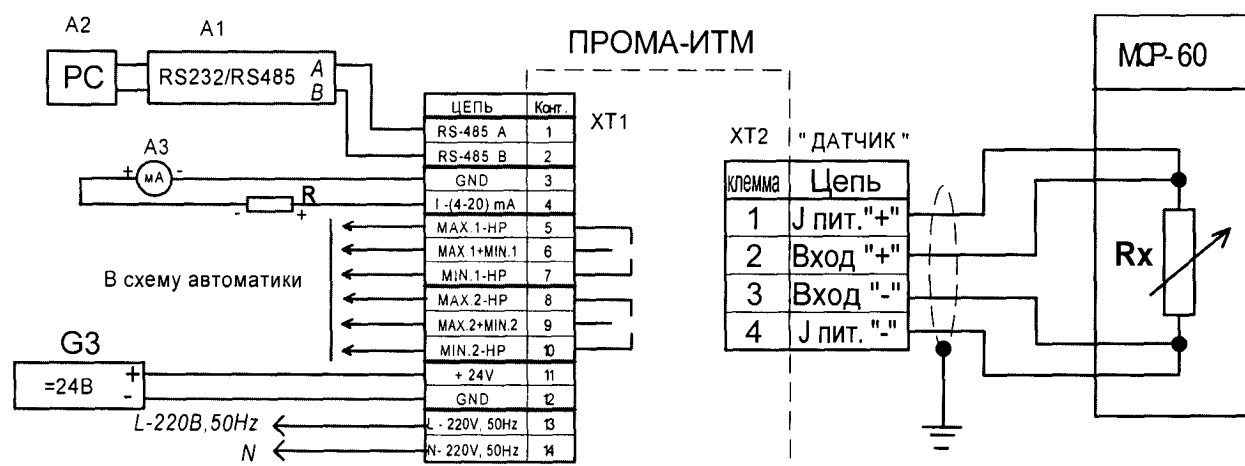
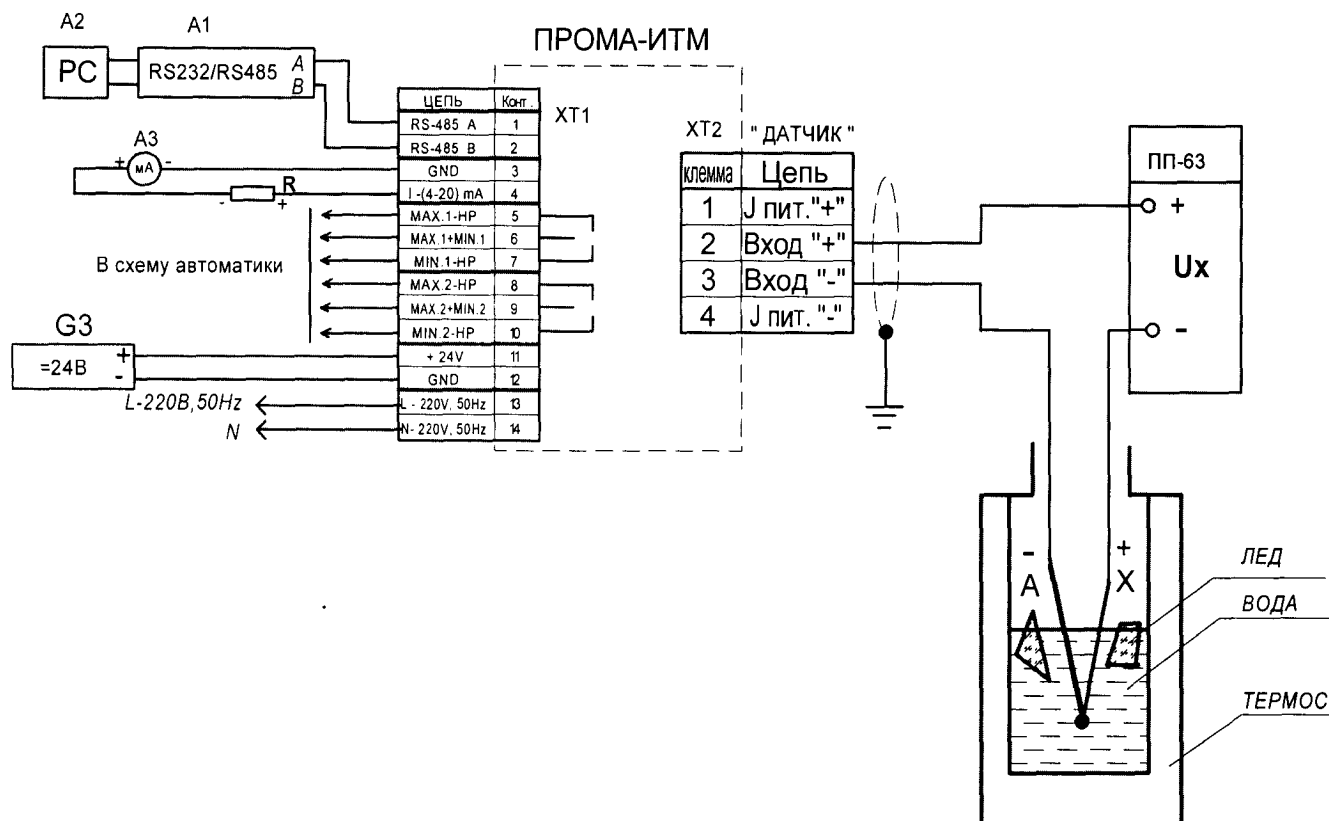
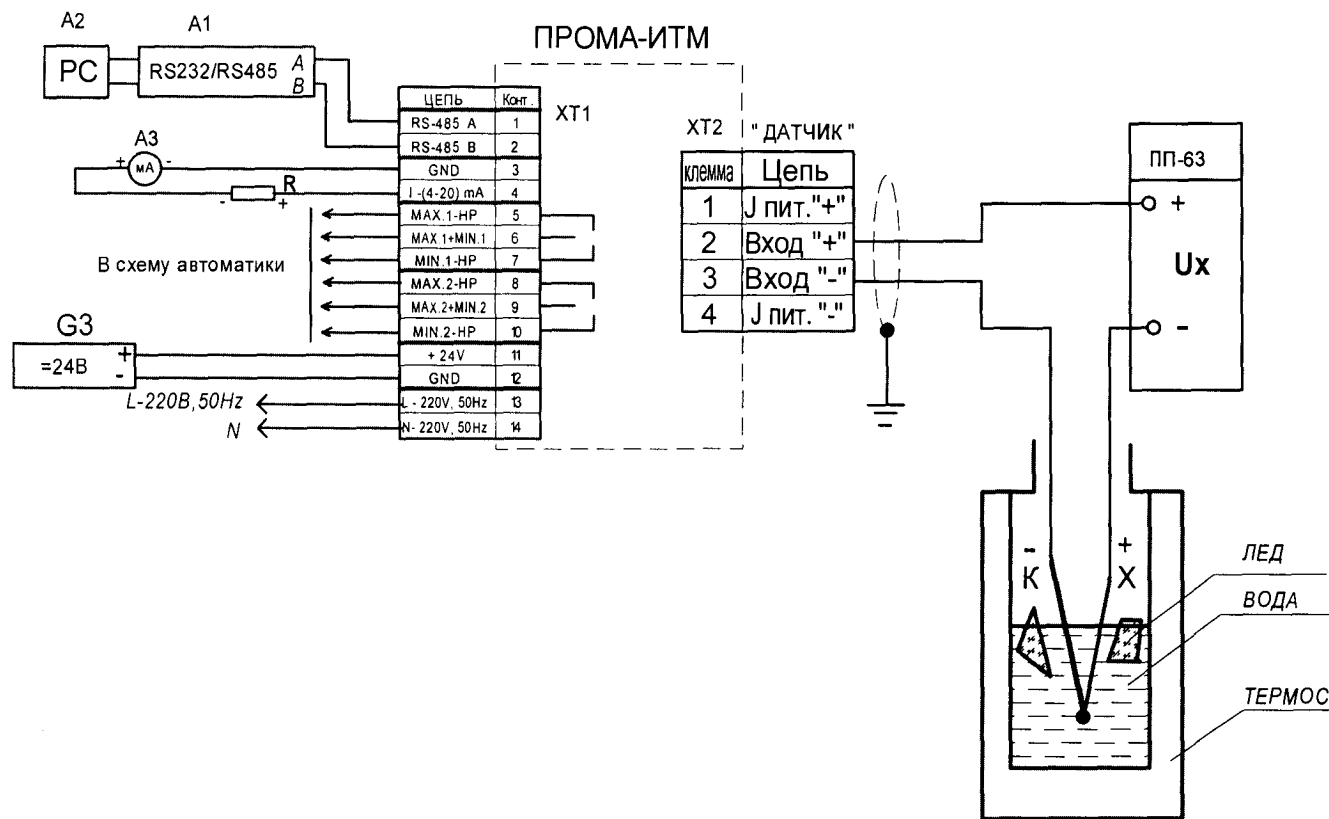
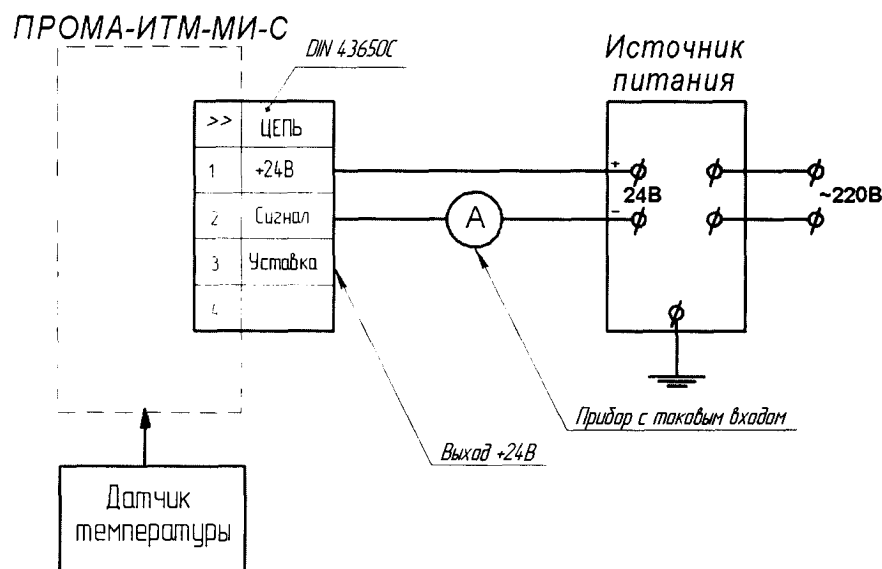

Рис.4. Схема проверки градуировки при использовании термопреобразователя сопротивления.
Рис.5. Схема проверки градуировки при использовании термопарой типа ХА (К).
Рис.6. Схема проверки градуировки при использовании термопарой типа ХК (L).
Рис.7. Схема подключения измерителя ПРОМА-ИТМ-МИ-С.
Для измерителя ПРОМА-ИТМ собрать схему согласно рис.4 (вариант при использовании термопреобразователя сопротивления) или рис.5 (6) (вариант при использовании термопары), для ПРОМА-ИТМ-МИ-С – схему согласно рис.7.
Основную допускаемую погрешность измерителей ПРОМА-ИТМ-Щ и ПРОМА-ИТМ-Н определяют в 5 точках, равномерно расположенных в диапазоне измерений. Для определения погрешности измерений подключить к входу измерителя магазин сопротивлений в соответствии со схемой подключения рис.4 РЭ по 4-х проводной схеме, сопротивления проводов не более 50 Ом.
Поверка при использовании встроенного термоэлектродного преобразователями (термопары): для определения погрешности измерения приборов ПРОМА-ИТМ подключить к его входу потенциометр в соответствии со схемой подключения рис.5 или рис.6. Подготовить сосуд Дьюара (термос), заполнив его на 1/2 дистиллированной водой и льдом – льдинки должны плавать в воде. В термосе обеспечивается равновесная температура 0 °С. Поместить в термос термопару градуировки ХА (К) или ХК (L) с открытым спаем (опорный спай) - тип спая должен соответствовать градуировке используемой при эксплуатации термопары. Последовательно задавая на потенциометре величины термоЭ.Д.С. по ГОСТ Р 8.585-2001, соответствующие заданным температурам по таблице 9 для НСХ градуировки ХК или по таблице 10 для НСХ градуировки ХА - зафиксировать показания цифрового индикатора и выходного токового сигнала по миллиамперметру для каждой контрольной точки.
Приборы для проверки ПРОМА-ИТМ-МИ-С подключить согласно схемы рис.7 Для измерителей ПРОМА-ИТМ-Р и ПРОМА-ИТМ-МИ-С поверку производить в 2-х реперных точках: при температуре 0 °С, используя сосуд Дьюара и при температуре кипящей дистиллированной воды – 100 °С (95-105 °С), используя паровой или масляный термостат. В качестве контрольных использовать эталонные термометры с абсолютной погрешностью не более ± 0,1°С.